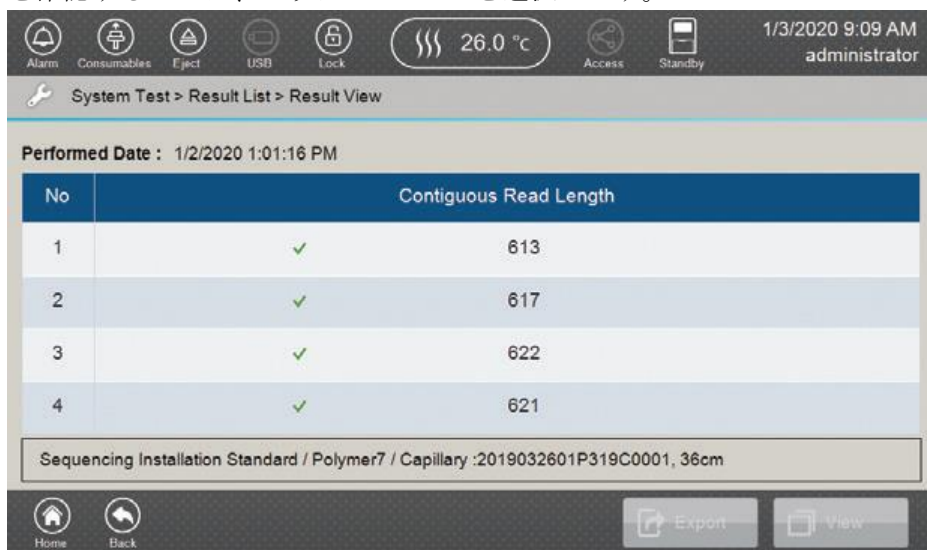

図 229 Result View 画面の Sequencing System Test 画面
3. 「Result View」画面（図 229）の Run したサンプルのリストを確認するには、フッターの View を選択します。View ボタンと Export ボタンは、サンプルを選ぶまで、アクティブになりません。
4. 「Result View」画面（図 229）の system test にある 4 つのサンプルリストを確認するために、フッターの View を選択します。